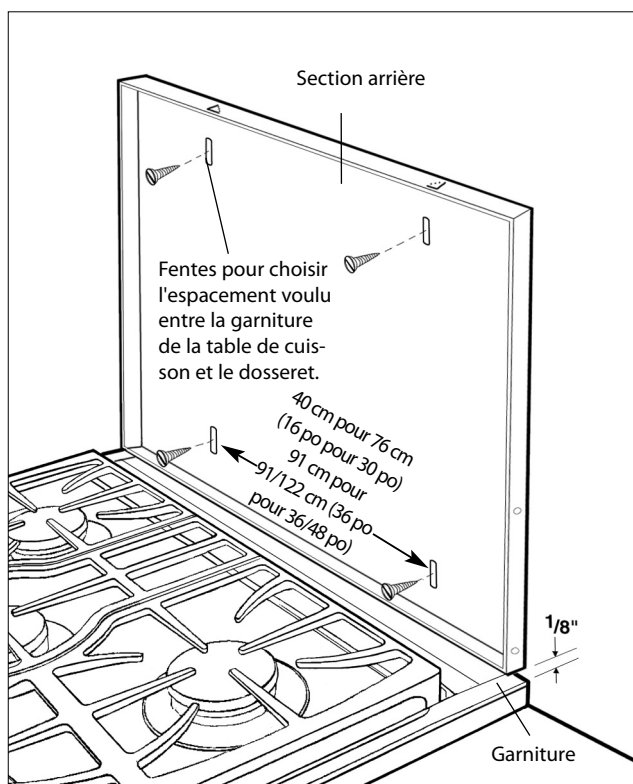

Fig.03
2. Après avoir déballé les pièces du dossier, placez la section arrière en la centrant à 3,5 mm (1/8 po) au-dessus de la garniture fixée à la table de cuisson.* Fixez la section arrière à l'aide des fixations appropriées (non fournies) aux ancrages ou à l'ossature de bois du mur (fig. 03).